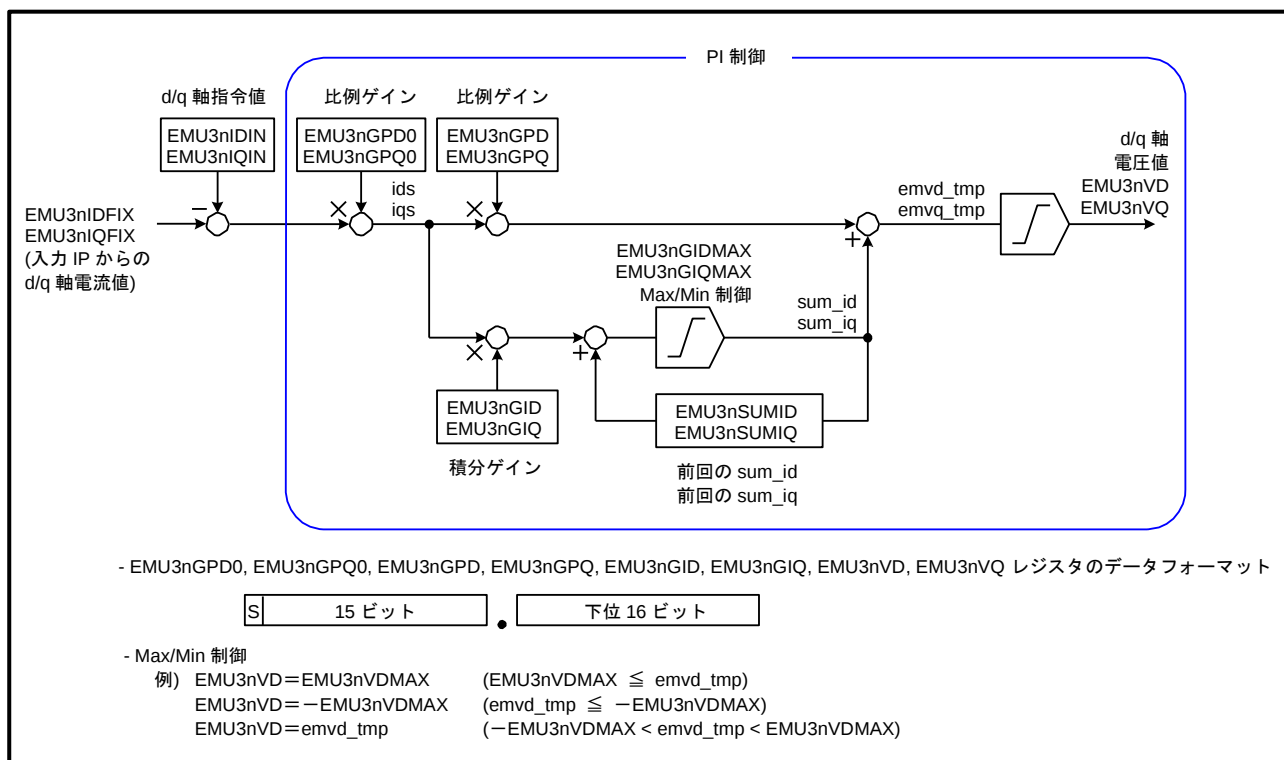

図 2-4 PI 制御 IP のブロック図
- PI 制御 IP は、dq 変換で算出された d 軸電流(帰還値)と q 軸電流(帰還値)と、ソフトウェアで設定した d 軸電流(指令値)と q 軸電流値(指令値)を用いて、d 軸電圧と q 軸電圧を算出します。EMU3nIPTRG レジスタの PIIPTRG ビットを “1” に設定した場合、入力 IP の処理が完了すると、PI 制御 IP が自動的に起動します。図 2-4 に PI 制御 IP のブロック図を示します。EMU3nIDFIX、EMU3nIQFIX レジスタに格納された帰還値と EMU3nIDIN、EMU3nIQIN レジスタに設定した指令値から、操作量である d 軸電圧と q 軸電圧を算出します。その結果、d 軸電圧が EMU3nVD レジスタに、q 軸電圧が EMU3nVQ レジスタに格納されます。